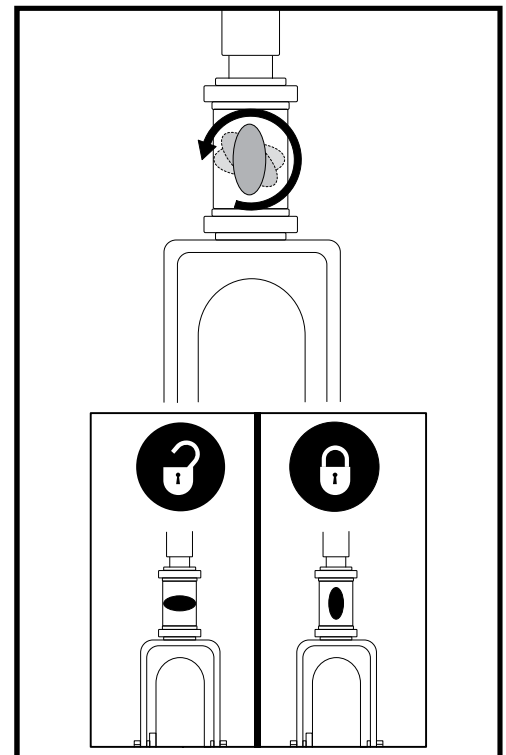

Figure 28. Bouton de verrouillage du guidon (Seulement le Modèle 104)
1. Retirez la clé du contact. Pour les modèle 104, pour bloquer le guidon en ligne droite, pesez sur le bouton et tournez-le 90° dans le sens des aiguilles d'une montre. **Voir la figure 28.** La roue avant doit faire face à l'avant afin de pouvoir bloquer le guidon.